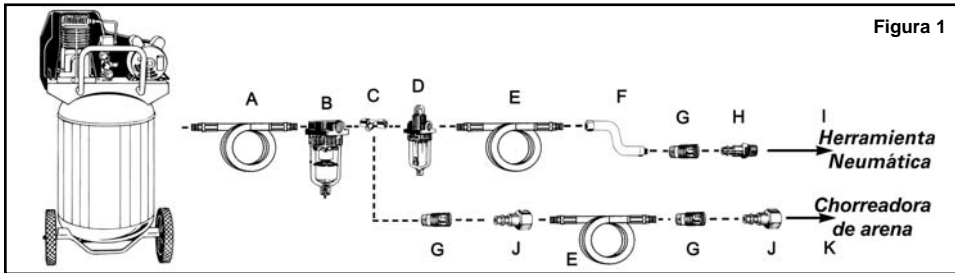

Figura 1
**IMPORTANTE: Se recomienda instalar equipos adecuados de eliminación de aceite/agua. En caso contrario, el material abrasivo se endurecerá y obstruirá e inutilizará la pistola de limpieza por chorro de arena (siga las instrucciones de instalación recomendada para la chorreadora de arena de la Figura 1).**
- Conecte la herramienta al acoplador rápido de la manguera de aire. **NOTA: Se recomienda utilizar una manguera de conexión flexible con un cabezal giratorio (P012-0079SP - no incluida) para evitar que la manguera de aire se doble, enrosque o gaste demasiado (ver ítem "F" en la figura 1 para las conexiones recomendadas).**